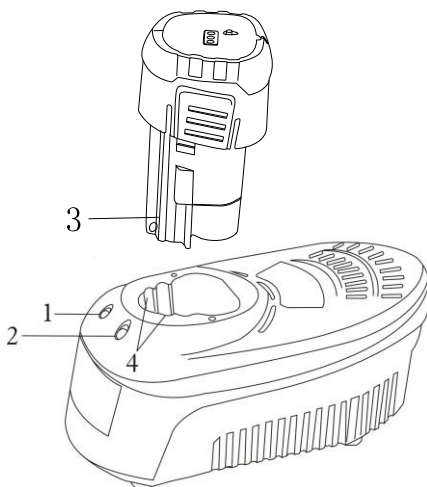

Рис.3
1. Включите зарядное устройство в сеть. Зеленый индикатор (2) загорится.(Рис..3)
2. Вставьте аккумулятор в зарядное устройство. Красный индикатор (1) начнет мигать через 3-5 секунд. Это означает, что аккумулятор начал заряжаться. По истечении 35 минут красный индикатор потухнет и начнет мигать зеленый индикатор (2). Это означает, что аккумулятор почти заряжен. Через 15 минут зеленый индикатор перестанет мигать и загорится. Это означает, что аккумулятор полностью заряжен.